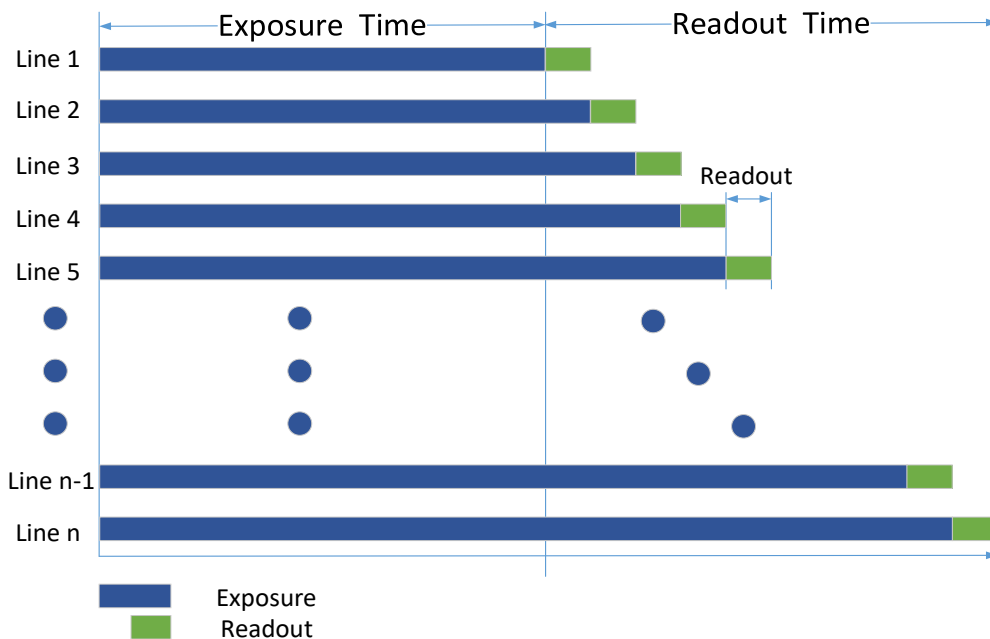

图9-3 Global Reset 工作原理
Global Reset 功能，主要应用于卷帘快门相机中。该功能通过将图像各行的曝光时间点拉到同一起始点，从而达到一键全局曝光的目的，如图 9-3 所示。
- 开启 *Global Reset* 功能后，因图像各行的曝光时间不同，可能会导致图像各行从上至下亮度不同。因此若开启此功能，建议在全暗环境下，配合工业光源一同使用。在图 9-3 所示的曝光时间内开启光源，其他时间关闭光源，使得图像各行在相同的曝光时间内获得同样的照明，以此来控制图像各行的亮度。